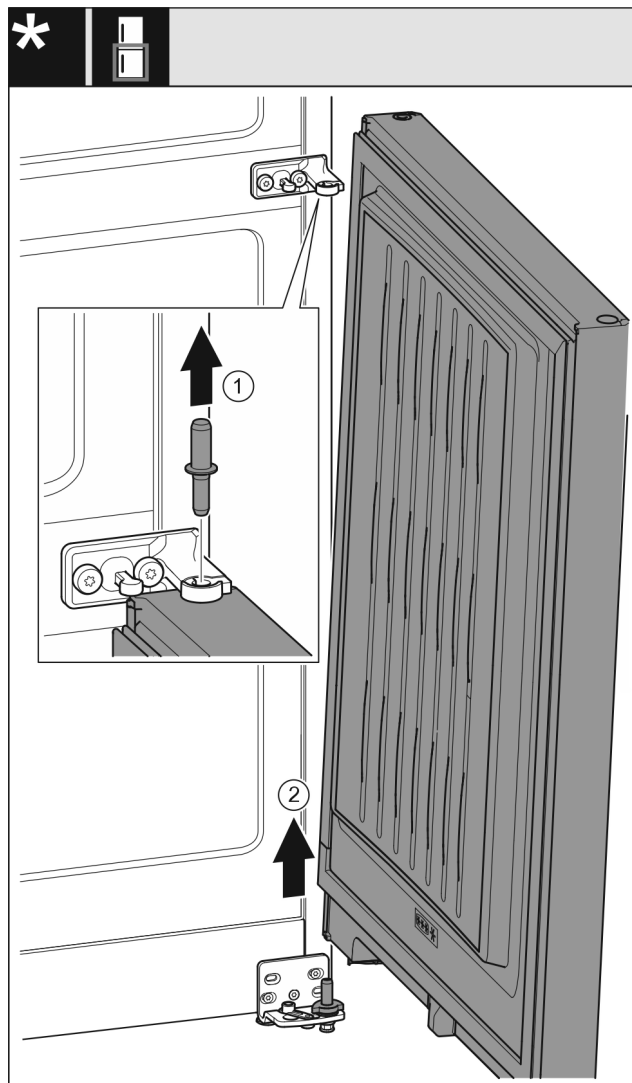

Fig. 9
- ▶ Húzza ki felfelé a csapszeget Fig. 9 (1).
- ▶ Fordítsa ki az ajtót Fig. 9 (2), húzza fel, és tegye félre.